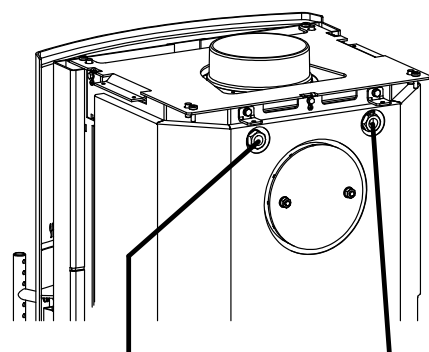

Fig. 3
- Schuif de temperatuursensor van de "Temperatuur differentiaalregelaar" in de rechter sensor zak en zet hem vast met de tapschroef (Fig. 3).